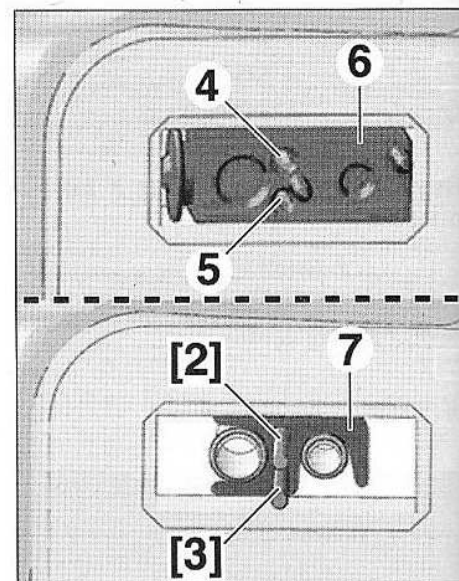

FIG.11
- la vis (4) et y mettre en lieu et place la tige filetée [2] (Fig.11),
- la vis (5) et y mettre en lieu et place la tige filetée [3],
- le détendeur (6).